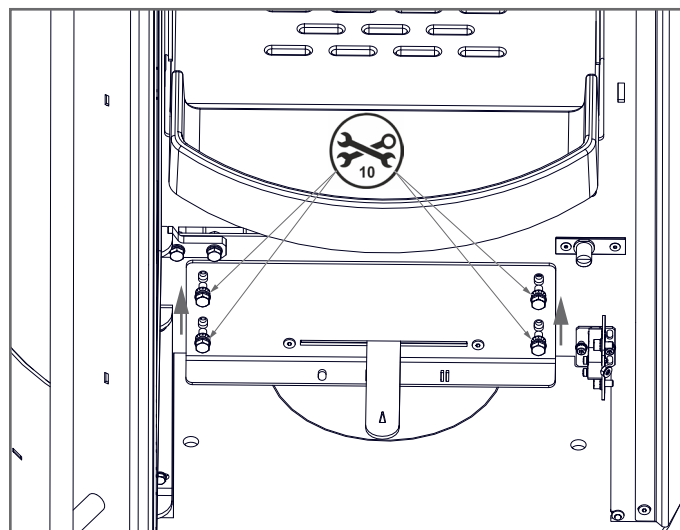

Abb.:6.2
- Mit den zuvor entfernten Schrauben befestigen und festziehen. (Abb.:6.2)